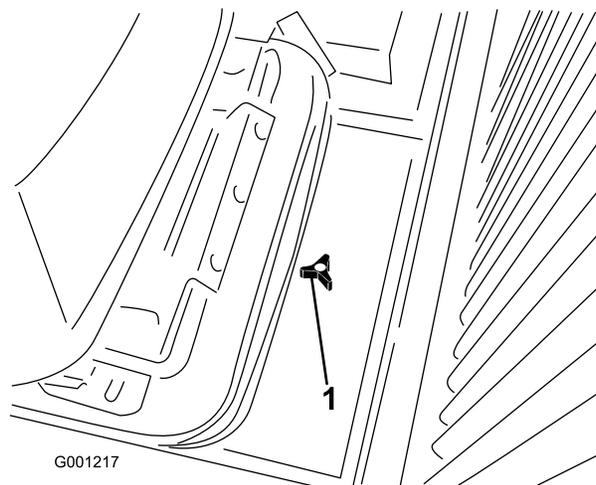

図 32
1. 座席プレートについているノブをゆるめてアクセスカバーを外す(図32)。